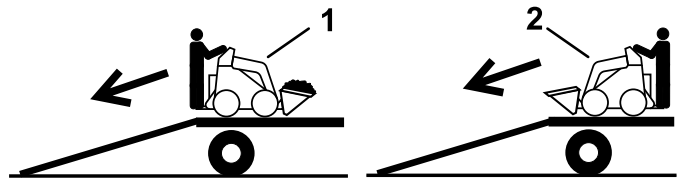

Figura 19
2. Scaricate la macchina dal rimorchio con l'estremità più pesante sulla rampa, trasportando i carichi verso il basso (Figura 19).